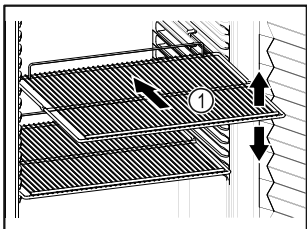

Fig. 38
- Если имеются решетчатые полки Fig. 38 (1), отрегулируйте высоту их установки.